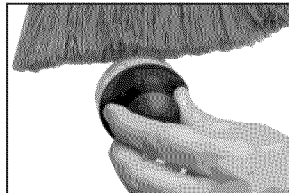

Figure 24 - Nettoyage de la bobine
3. Éliminez les débris d'herbes ou tout autre débris de la bobine et du boîtier au moyen d'une brosse (voir la Figure 24).